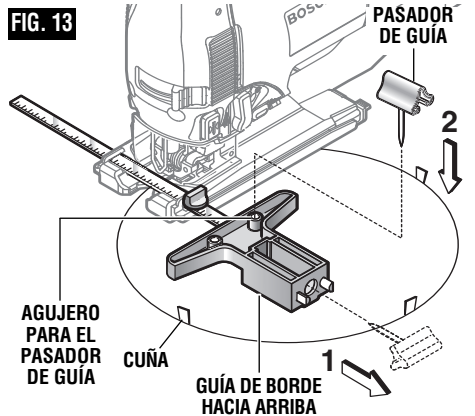

FIG. 13
3. Coloque la guía en la sierra con la guía de borde orientada hacia ARRIBA de la manera que se muestra en la ilustración (Fig. 13).
Consejo para cortar: Corte lentamente para que la hoja permanezca recta en el corte. Coloque pequeñas cuñas en el corte, tal como se muestra en la Fig. 13, para evitar que el círculo interior se separe cuando usted esté cerca del final del corte.